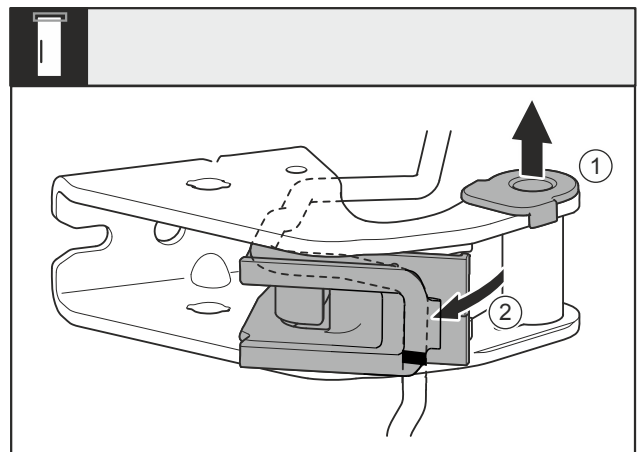

Fig. 16
- Estrarre la bronzina Fig. 16 (1) dalla guida.
- Ruotare verso l'esterno il supporto del cavo Fig. 16 (2).